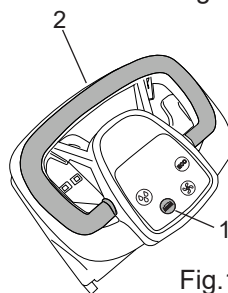

Fig.11
- Нажмите на кнопку щетки (рис. 11- поз. 1).
- Нажмите на рычаг управления щеткой (рис. 11- поз. 2) на короткое время: при этом щетка автоматически зафиксируется в ступице фланца. Если маневр окажется неуспешным, еще раз нажмите на ручку машины, и повторите установку щетки и нажатие на рычаг управления щеткой.
- Нажмите кнопку щетки (рис. 11 - поз. 1) на три секунды: машина автоматически отпустит щетку.